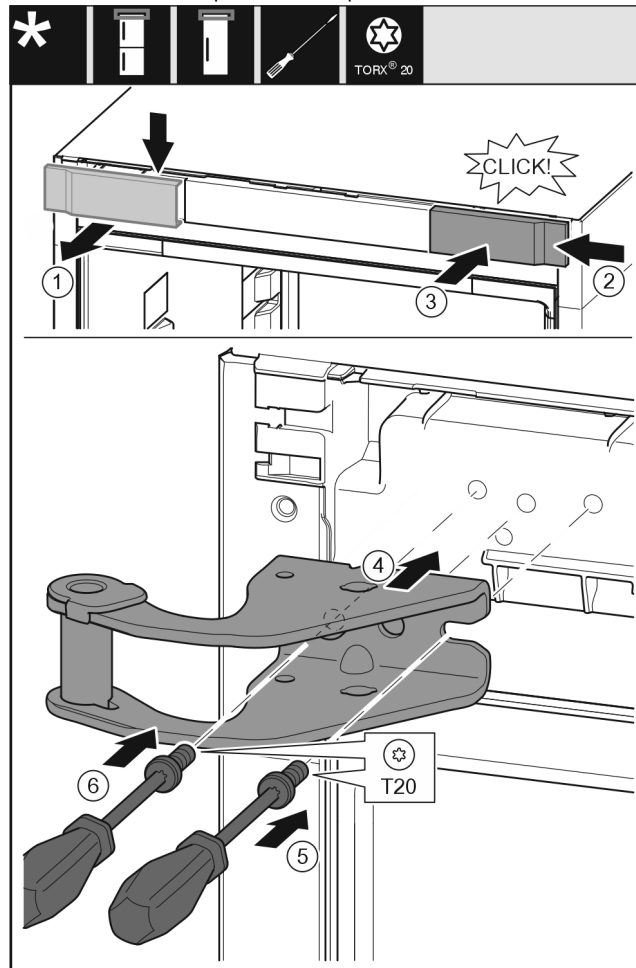

Fig. 11
- ▶ Свалете капака Fig. 11 (1) от горе напред.
- ▶ Закачете капака Fig. 11 (2), завъртян на 180°, от другата страна отдясно.
- ▶ Фиксирайте капака Fig. 11 (3).
- ▶ Поставете горната лагерна стойка Fig. 11 (4).
- ▶ С отвертка поставете винта Fig. 11 (5) и го затегнете.
- ▶ С отвертка поставете винта Fig. 11 (6) и го затегнете.